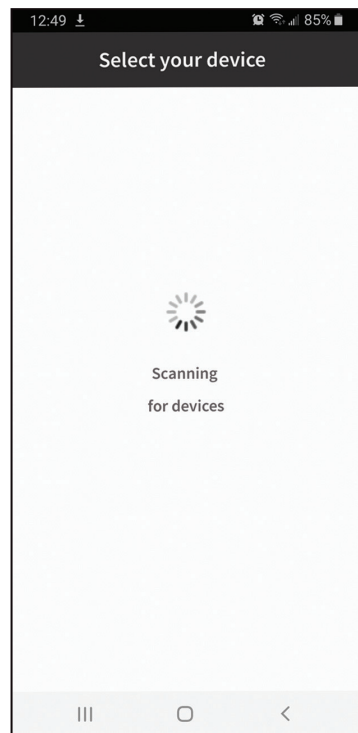

Fig. 5
5. Rechercher des appareils et sélectionner l'appareil dans la liste (**Fig. 5 & 6**).